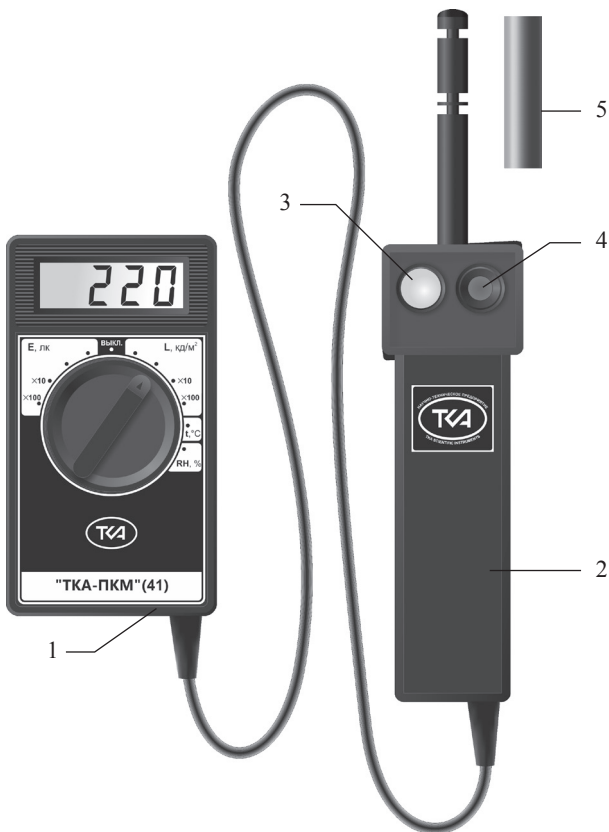

Рис.1 – Внешний вид прибора “TKA-ПКМ”(41)
5.1 Конструктивно прибор выполнен в виде двух функциональных блоков: блока обработки информации (БОИ) и измерительной головки (ИГ), соединённых между собой кабелем связи (Рис.1).
7.3 Для измерения климатических параметров снимите с зонда защитный колпачок (4, Рис.1). Поместите измерительную головку в зону измерений. Считайте, после установления показаний, с дисплея измеренное значение.